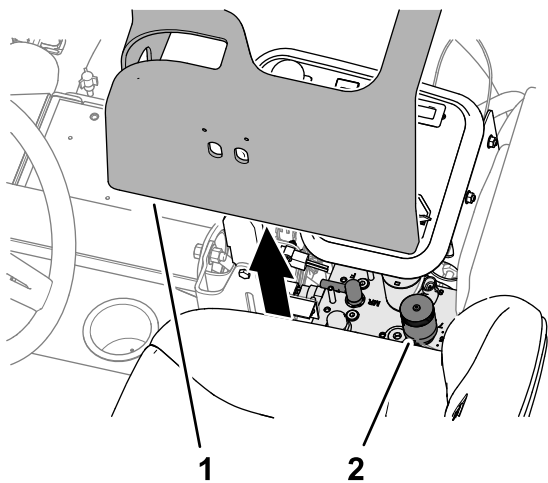

Рисунок 48
2. Поднимите крышку с рычага управления (Рисунок 48).